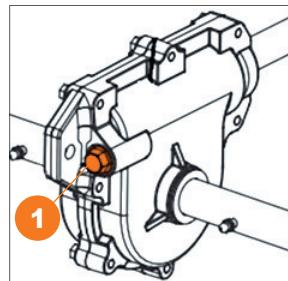

Рис. 28
- Во время обслуживания редуктора самостоятельно, снимите заглушку или открутите болт-заглушку 1, добавьте 30-50 гр. консистентной смазки и установите заглушку на место (Рис. 28).